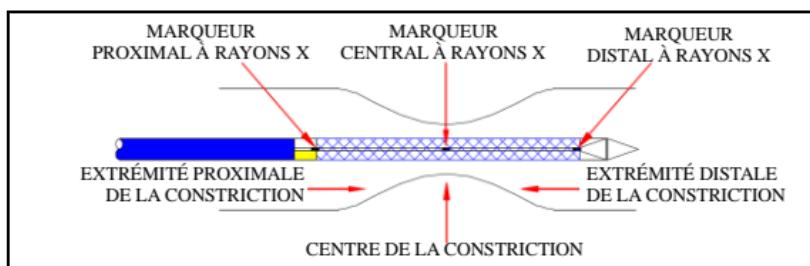

Figure 4
- d) Vérifiez le positionnement au cours du déploiement de l'endoprothèse (point de non retour au niveau du marqueur central radio-opaque) et continuez à tirer sur le connecteur jusqu'à ce que l'endoprothèse soit entièrement déployée. (Voir figure 4, 5)
- d) Vérifiez le positionnement au cours du déploiement de l'endoprothèse (point de non retour au niveau du marqueur central radio-opaque) et continuez à tirer sur le connecteur jusqu'à ce que l'endoprothèse soit entièrement déployée. (Voir figure 4, 6)